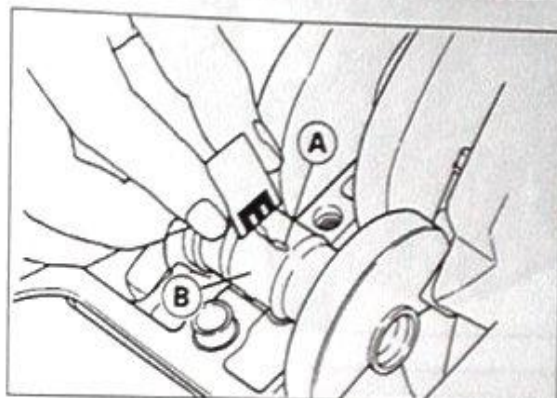

Bild 227
- Mit Plastigage-Skala Breite des Mess-Streifens bestimmen und so Lagerspiel feststellen (Bild 227). Sollmass 0,020 – 0,050 mm; Verschleissgrenze 0,09 mm.